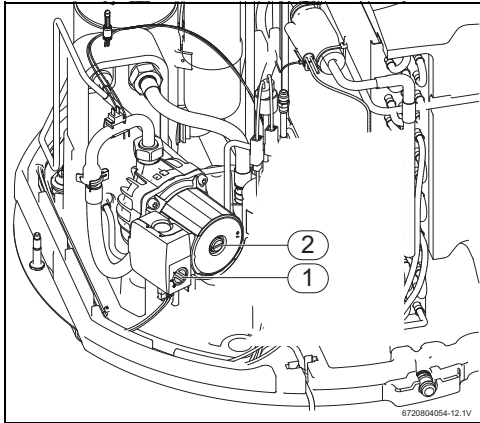

Bild 13 Umwälzpumpe
- ▶ Wahlschalter der Umwälzpumpe (Abb. 13, [1]) auf « III » stellen.
- ▶ Ablassschraube der Umwälzpumpe (Abb. 13, [2]) öffnen. Wasser gleichmäßig und ohne Luftblasen abläuft.